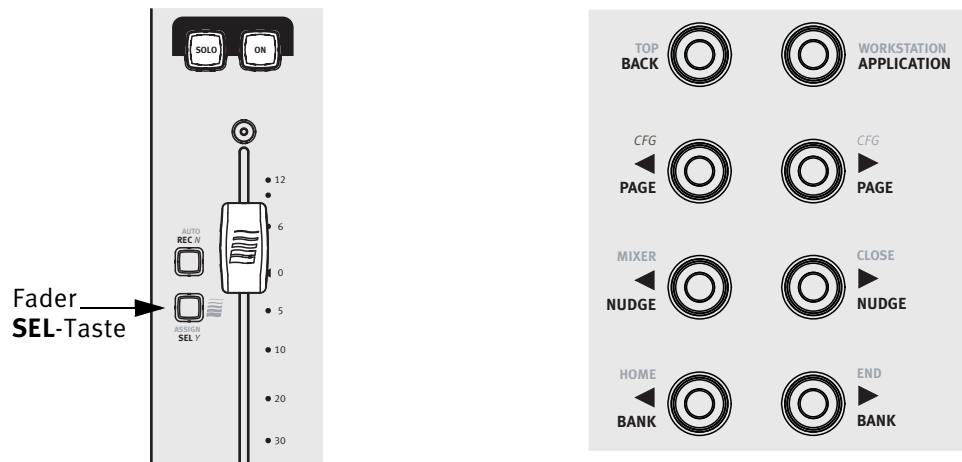
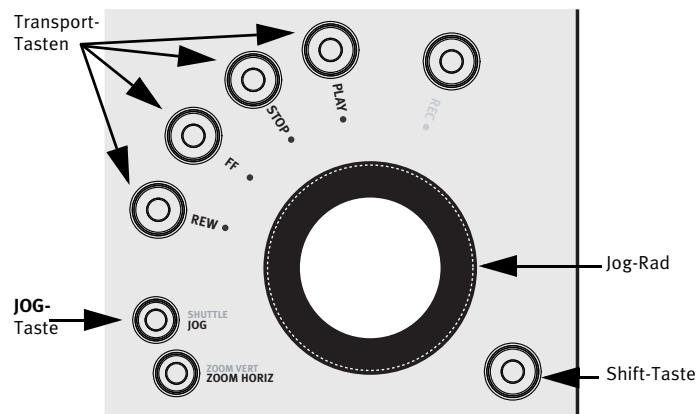

Abb. 3-2 Fader-Kanalzug (links); **PAGE-**, **NUDGE-**, **BANK-** und **BACK-**Tasten (rechts)
Abb. 3-3 Jog-Rad, Transport-Tasten und Shift-Taste unten rechts
- Halten Sie eine der Shift-Tasten gedrückt, die sich in der unteren linken und rechten Ecke der MC Control befinden, um die blau gekennzeichneten Funktionen aufzurufen (Abb. 3-3).
1. Drücken Sie die **SEL**-Taste von Kanalzug 1 der MC Control (Abb. 3-2).
5. Drücken Sie die **NUDGE** ► Taste (Abb. 3-2), um alle vier Spuren um einen Kanalzug zu verschieben.
6. Halten Sie die Shift-Taste (Abb. 3-3) gedrückt und drücken Sie die **BANK** ◀ Taste (Abb. 3-2), um die Spuren 1–4 auf die Kanalzüge 1–4 zurückzusetzen.
7. Drücken Sie die **BANK** ► Taste (Abb. 3-2), um eine Verschiebung über vier Spuren durchzuführen.
2. Falls die Spuren 1–4 nicht den Kanalzügen 1–4 zugeordnet sind, halten Sie die Shift-Taste gedrückt (Abb. 3-3) und drücken Sie die **BANK** ◀ Taste, um die Spuren 1–4 auf die Kanalzüge 1–4 zurückzusetzen.
4. Drücken Sie die **BACK**-Taste (Abb. 3-2), bis das oberste Knob Set auf dem Touchscreen angezeigt wird.